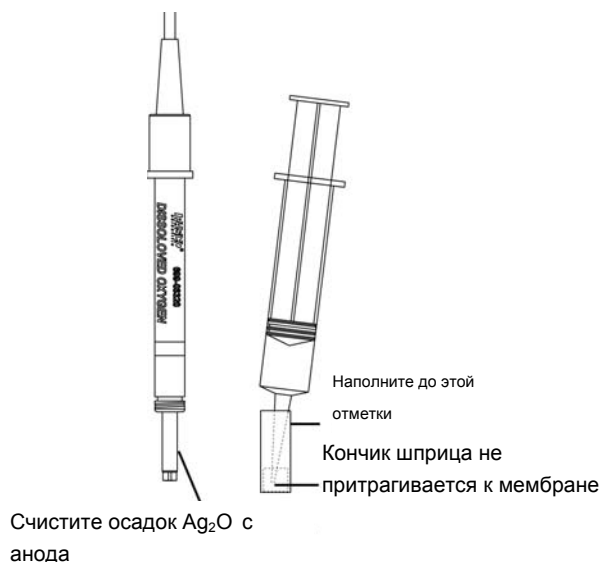

Рисунок 5
1. Отвинтите конец зонда путем поворачивания его налево и снимите с него верхнюю часть картриджа. (Рисунок 5).